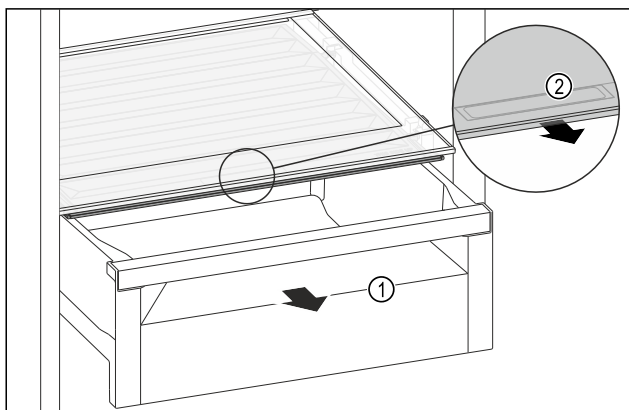

Fig. 200
- ▶ Zásuvku Fig. 200 (1) vytáhněte.
- ▶ Uchopte prohlubeň pro rukojeť Fig. 200 (2) na víko zásuvky a současně zatáhněte za víko zásuvky směrem dopředu.